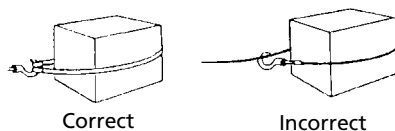

Figure 10
2. N'accrochez jamais le câble métallique sur lui-même car cela pourrait endommager le câble. Utilisez une élingue de nylon (voir la figure 10). Dans ce cas, assurez-vous que l'élingue est bien assise sur la selle du crochet.